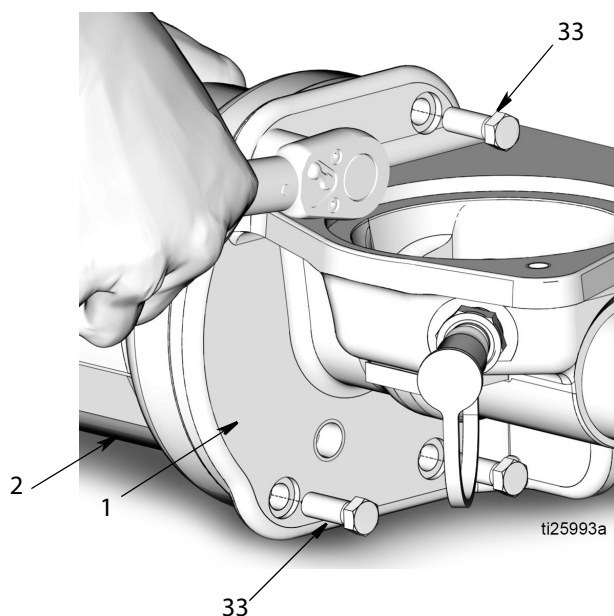

Рис. 17
14. С помощью торцевого ключа на 3/8 дюйма выкрутите 4 болта (33), крепящих пневматический цилиндр (2) к основанию насоса (1) (Рис. 17). Снимите пневматический цилиндр с основания насоса.